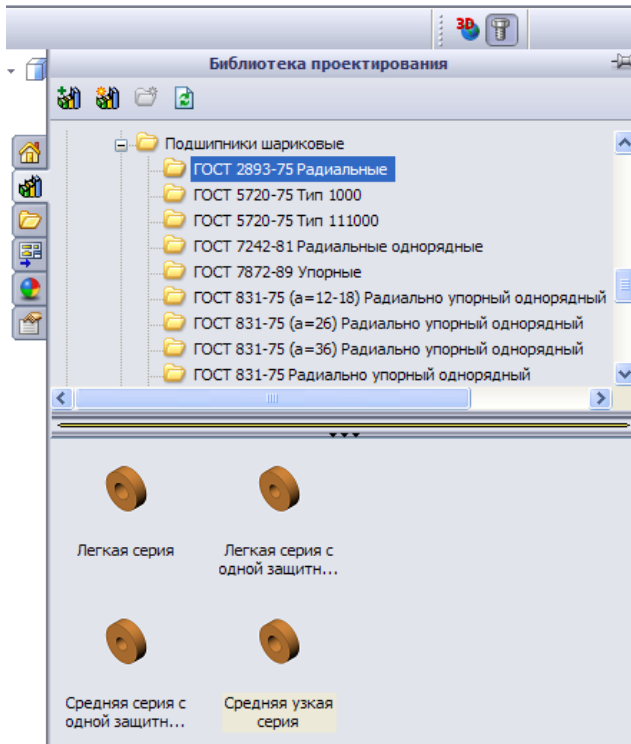

Рисунок 11.39 - Відкрита папка «Подшипники шариковые»
16. Бібліотечні деталі розташовані в каталогах, відповідних до світових систем стандартів. У додатку **Toolbox** для SolidWorks є каталог деталей, відповідних до стандартів країн СНД - ГОСТ. Виберемо каталог ГОСТ, у цьому каталозі відкриємо папку «**Подшипники шариковые**» (рис. 11.39), де, у свою чергу, «**ГОСТ 2893-75 Радиальные**». Оберемо тип підшипника, який будемо вставляти в складання - «**Средняя узкая серия**».